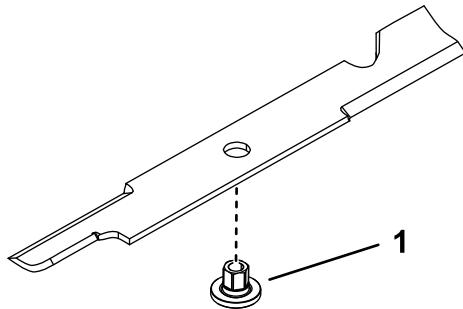

Figure 112
1. Insérez la douille dans la lame en plaçant l'embase sur le côté inférieur (côté herbe) de la lame (Figure 112).